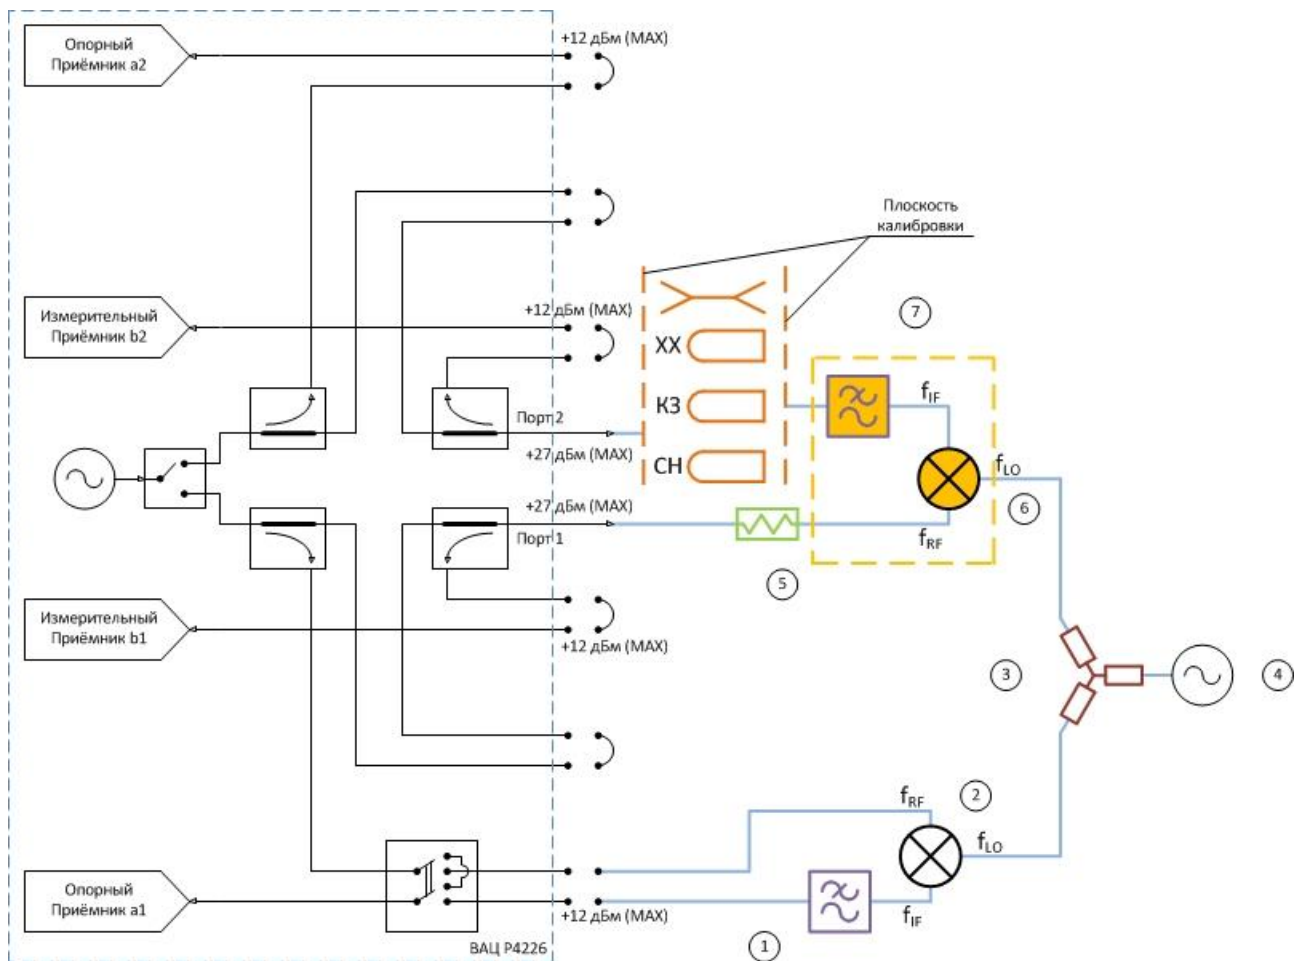

Рис. 37. Калибровка с использованием «калибровочного» смесителя:
10. Собрать схему для калибровки с «калибровочным» смесителем, рис. 37.